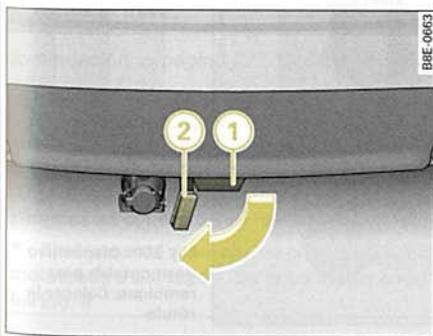

Fig. 196 Parachoques trasero: Abrir el tapón
- Extraiga hasta el tope final el tapón ② ⇒ fig. 196 del tubo de enclavamiento ① que se encuentra debajo del parachoques. El tapón encastra de un modo automático en el tope final.